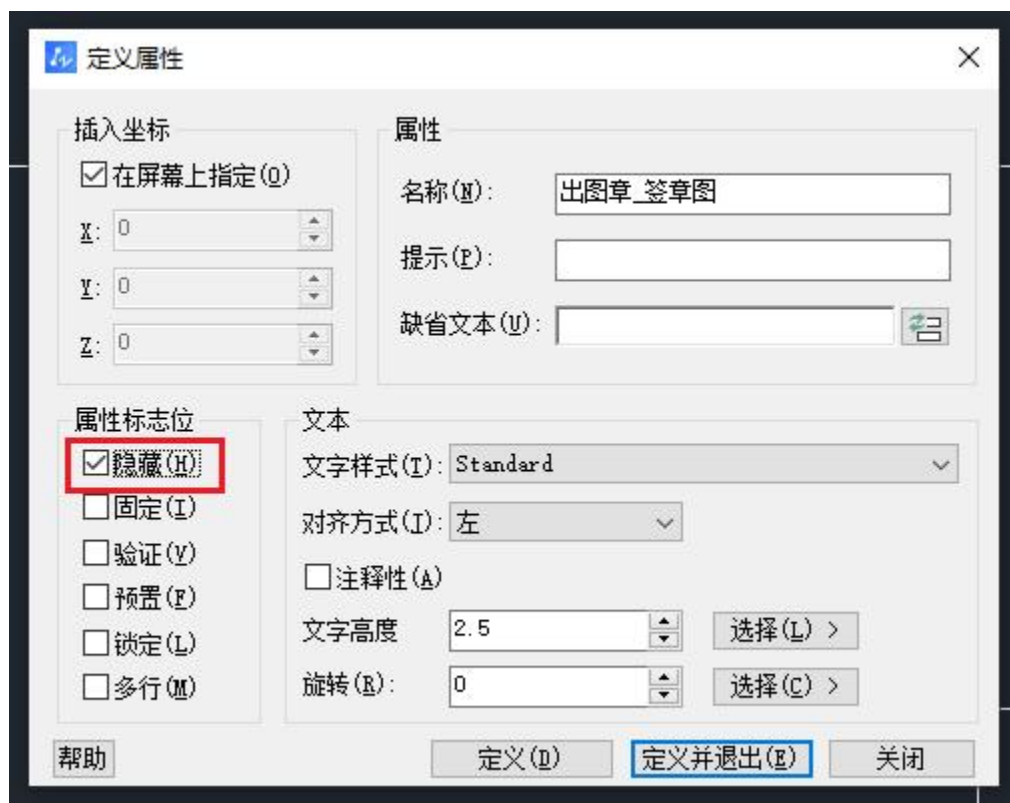

图 15
- 1. 签章图可以细分为公章（如图 15 位置 1）、电子签名（如图 15 位置 2），DWG 签名图（如图 15 位置 3），三者制作方法基本一致，区别的就是公章、电子签名的属性定义的名称后缀相同（统一为“签章图”），DWG 签名的后缀为“DWG 签名”。